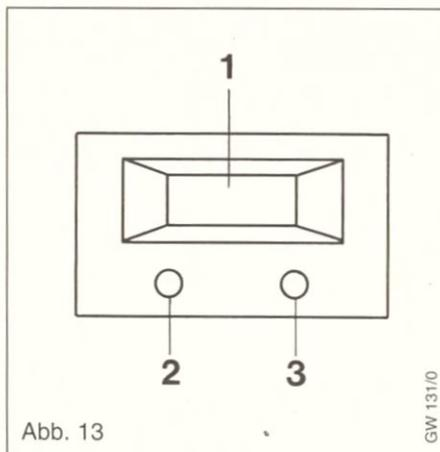
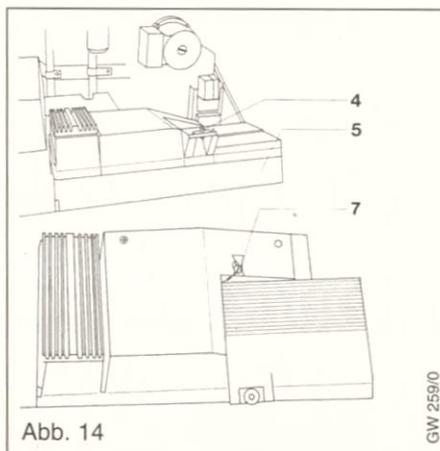

Abb. 13
Abb. 14
Das Gerät ist werkseitig auf die größte Wärmeleistung eingestellt (Potentiometer (7, Abb. 14) gegen Rechtsanschlag – entspricht Displaywert 80).
- Die beiden unter dem Display (1; Abb. 13) befindlichen Taster (2 und 3) mit Hilfe von Kugelschreibern o.ä. **gleichzeitig** kurz betätigen (im Display erscheint die Anzeige d0).
- Durch Betätigen des rechten Tasters (3) erfolgt im Display die Anzeige „80“.
- Unverlierbare Schraube (4; Abb. 14) lösen und Schaltkasten (5) nach vorn herausklappen. Rückwand nicht abnehmen.
Legende zu Abb. 13
Legende zu Abb. 14
- Am Potentiometer (7, Abb. 14) den ermittelten Displaywert einstellen.